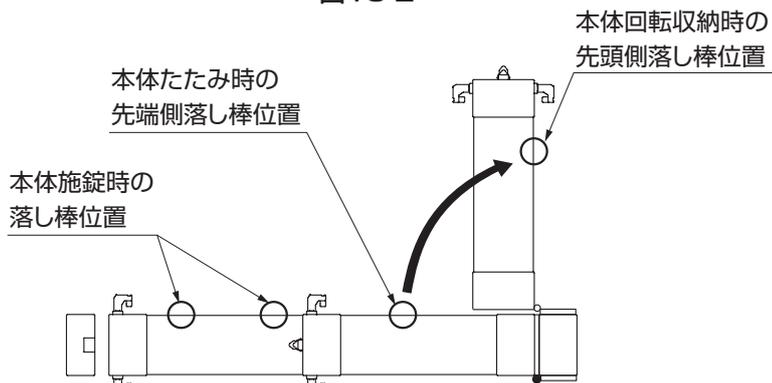

図13-1
- ①落とし棒受けAをコンクリートたたきに確実に固定してください。(図13-1参照)
- ②落とし棒受けBを落とし棒受けAに落ちて回しながら挿入してください。(図13-1参照)